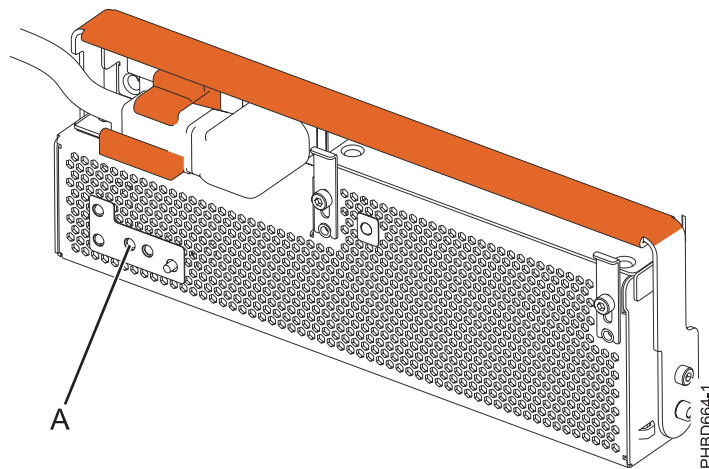

Figure 12. Voyant d'identification d'incident de l'unité remplaçable sur site
4. A l'avant de l'unité d'extension, identifiez l'alimentation électrique à remplacer. Pour identifier l'alimentation électrique, notez la présence du voyant d'identification d'incident orange de l'unité remplaçable sur site (A) comme illustré à la figure 12. Un voyant allumé (fixe ou clignotant) indique l'alimentation électrique défaillante.